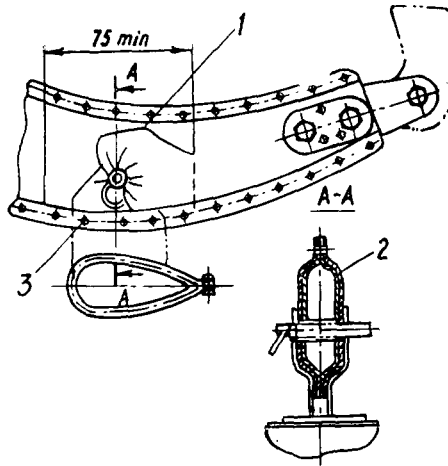

Рис. 2.13.1. Ремонт кронштейнов подвески закрылка (элерона):
1.1.2. Изготовьте две накладки из материала Д16АТ толщиной 1,2 мм (накладку из материала Д16АМ толщиной 1 мм после изготовления каличь) с перекрытием повреждения на 35—40 мм на сторону (рис. 2.13.1).